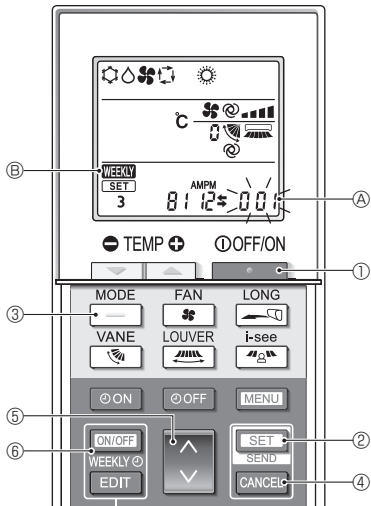

Fig. 6-7
- Pulse el botón **MENU** ②.
6.8.8. Cómo desactivar el funcionamiento en modo Auto (Fig. 6-7)
- 1.Pulse el botón **TEMP** ① para detener el acondicionador de aire.
- Si el temporizador semanal está activado, pulse el botón **WEEKLY** ⑥ para desactivarlo. (**WEEKLY** ⑥ desaparece).
- 2.Pulse el botón **SET** ② durante 5 segundos.
- El equipo entra en el modo de ajuste de funciones. (El número de ajuste del modelo de grupo ③ parpadea).
- 3.Pulse el botón **UP** ④.
- 4.Completar los ajustes (Fig. 6-7)
- Pulse el botón **SET** ② durante 5 segundos.